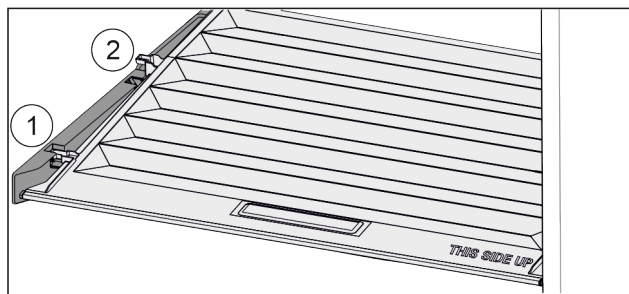

Fig. 73
- Vytáhněte víko dopředu až k otvoru v přídržných dílech Fig. 73 (1).
- Vzádu zespolu nadzvedněte a vyjměte směrem nahoru Fig. 73 (2).